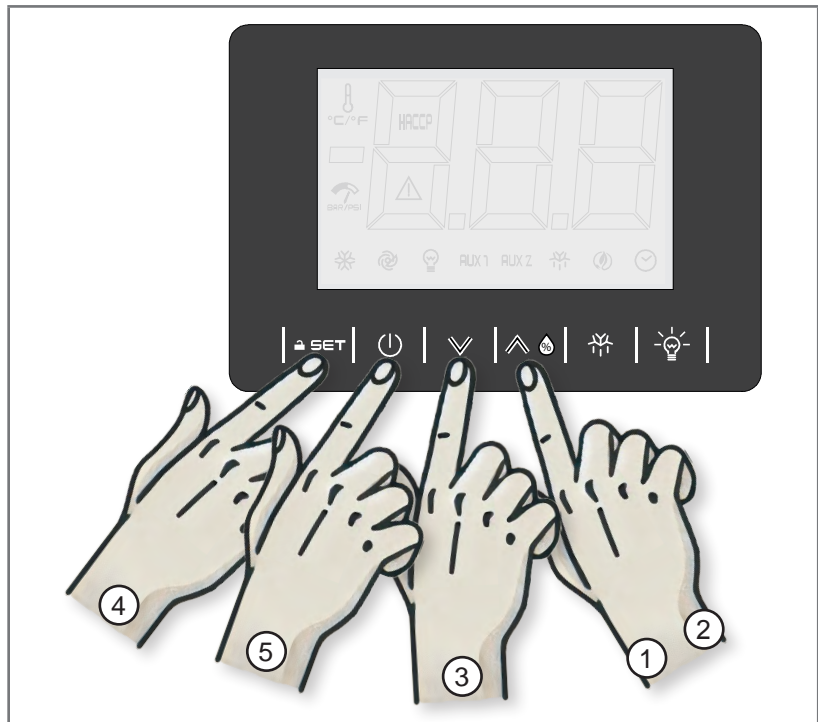

Fig 5.9 - Fonctions de niveaux d'humidité
1. Appuyer pendant 1 seconde sur la touche HAUT / GESTION DE L'HUMIDITÉ (1 - Fig. 5.9) : l'écran affichera le niveau d'humidité actuellement actif (« rH1 » ou « rH2 » ou « rH3 »).
2. Appuyer sur la touche HAUT (2 - Fig. 5.9) ou BAS (3 - Fig. 5.9) dans les 15 secondes pour sélectionner « rH1 » ou « rH2 » ou « rH3 ».
3. Appuyer sur la touche SET (4 - Fig. 5.9) pendant 2 secondes pour confirmer le niveau d'humidité choisi.
4. Appuyer sur la touche ON/STAND-BY (5 - Fig. 5.9) (ou ne rien faire pendant 60 secondes) pour quitter la procédure.